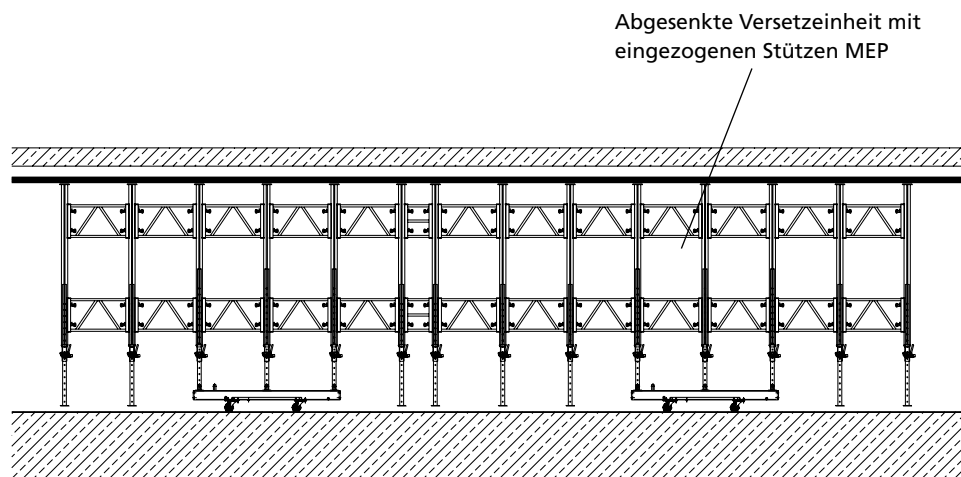

Abb. 31.2
1. Alle anderen Stützen, an denen die Fahrtraverse nicht befestigt ist, ebenfalls einziehen (Abb. 31.2).
2. Die komplette Einheit mit den an der Fahrtraverse befestigten Stützen absenken (Abb. 31.2).